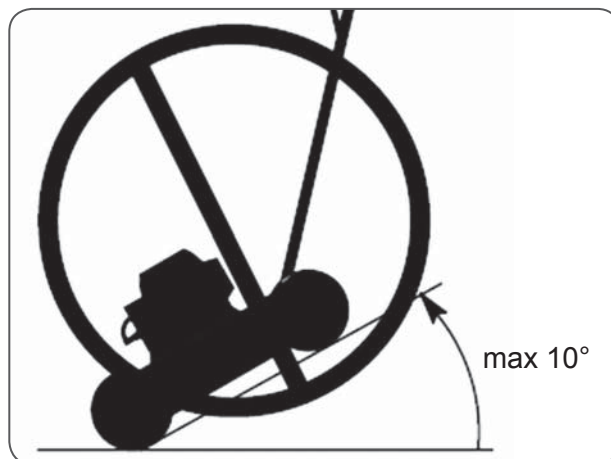

Рис.8
**ВНИМАНИЕ!** При работе на склонах не допускается наклон газонокосилки более чем на  $10^\circ$  в любую сторону от горизонтальной плоскости (Рис.8).